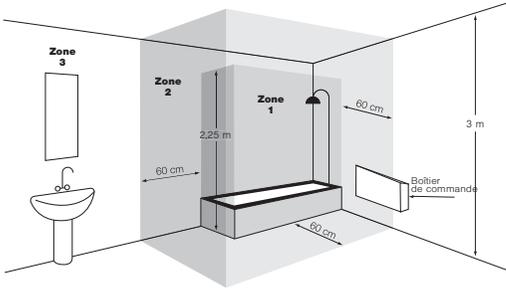

Fig. 1
Dans la salle de bain installez l'appareil en dehors de la zone de sécurité 1. Ne pas installer l'appareil de façon à ce que l'interrupteur et le boîtier de commande puissent être touchés par une personne qui prend sa douche ou son bain (fig. 1). Dans tous les cas, le boîtier de commande et le branchement doivent se trouver en zone 3.
- dans la zone 1 (fig. 1)
- l'interrupteur et le boîtier de commande ne puissent pas être touchés par une personne qui prend sa douche ou son bain (fig. 1)